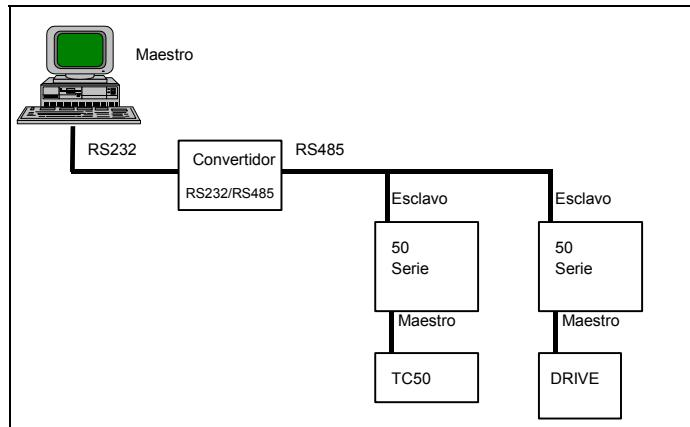

Figura 7-4: Conexión de red con un PC
- **Conexión de red con un PC (ver Figura 7-4)**